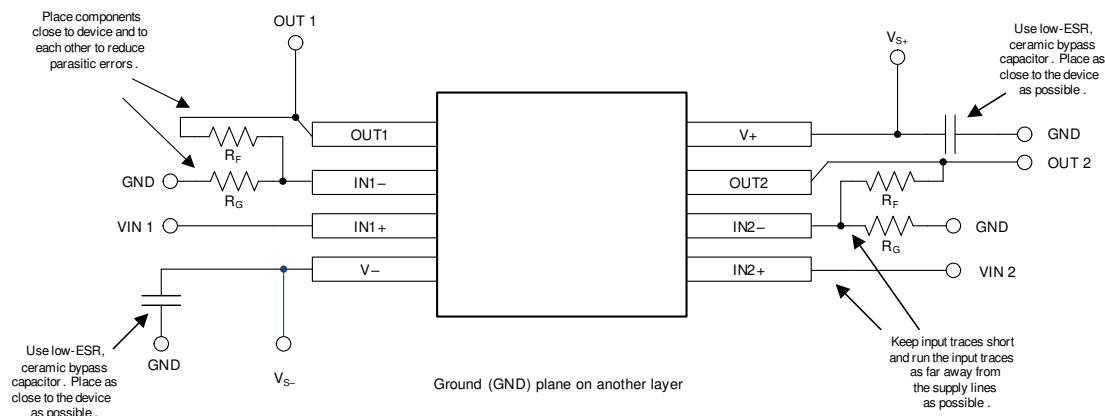

図 8-4. レイアウト例
- 外付け部品は、可能な限りデバイスに近く配置します (図 8-4 を参照)。R_F と R_G を反転入力に近付けて配置すると、寄生容量を最小化できます。